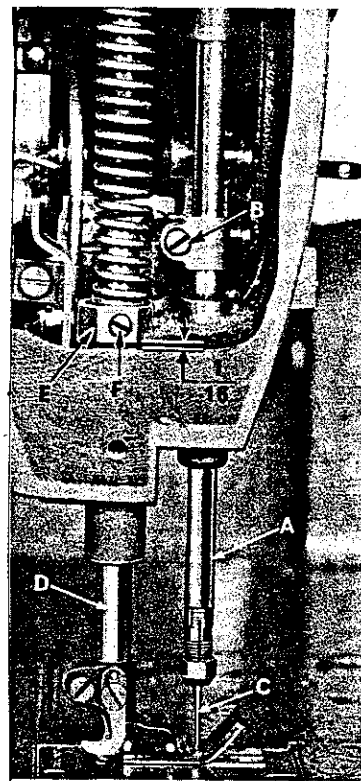
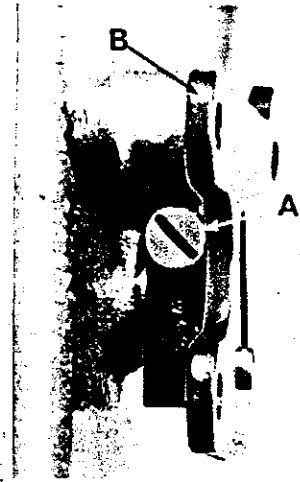

Fig. 4
Fig. 11
Alinée la barra de la aguja. Inserte un nuevo juego de agujas (tipo y tamaño según se requiere) y gire la barra de aguja hasta que las agujas correspondan con las caras verticales de la guarda-aguja. Para voltear la barra de aguja, afloje el tornillo de la barra (B, Fig. 4) y mover según sea necesario. No se ajusta la altura de la barra en este momento. Apriete el tornillo.
Coloque la barra de aguja de manera que las partes superiores de los ojos de las agujas estén a  $1/64$ " de pulgada (0.39mm) por debajo de los loopers cuando las puntas de las mismas en su recorrido hacia la izquierda estén niveladas con el lado izquierdo de las agujas. En los Estilos 56500 A, B y C la parte superior de los ojos de las agujas deben estar niveladas con la parte inferior del looper cuando la punta de ésta esté nivelada con el lado izquierdo de la aguja. Si es necesario reajustar la altura de la barra, afloje el tornillo (B, Fig. 4) y mueva la barra de aguja (A) para arriba o para abajo, según sea necesario y apriete de nuevo el tornillo (B). En las máquinas de dos o tres agujas, tenga cuidado de no perder el ajuste de las varias agujas en cuanto a sus agujeros en la plancha,
Si es necesario ajustarlo, afloje el tornillo (A, Fig. 11) de la
La altura de la barra del pie prensatelas (D, Fig. 4) está correctamente fijada si es posible quitar el pie prensatelas cuando su palanca (B, Fig. 11) esté completamente deprimida. Además debe de haber aproximadamente  $1/16''$  de pulgada (1.58mm) de espacio entre la superficie inferior de la conexión de la barra del pie prensatelas y el guía (E, Fig. 4) y la superficie inferior de la apertura de la cabeza en la cama de la máquina cuando la palanca levantadora del pie prensatelas se suelte y el pie prensatelas descansa sobre la plancha, con los dientes de alimentación debajo de la plancha.
En caso de que necesite ajuste, gire el volante en la dirección del trabajo hasta que la barra de la aguja esté en su posición baja. Afloje el tornillo (F, Fig. 4). Luego, mientras sostenga el pie prensatelas contra la superficie de la plancha, levante la conexión de la barra del pie prensatelas y el guía, mediante un desarmador hasta obtener un ajuste de  $1/16''$  de pulgada (1.58mm) y apriete el tornillo. Compruebe el ajuste girando el volante hasta que la barra de la aguja esté en su posición alta y vea se el pie prensatelas puede sacarse de la máquina según se ha dicho en el párrafo anterior.